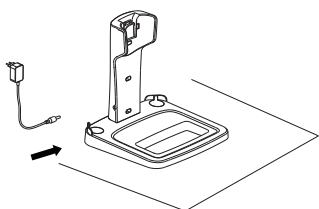

Fig. 5-1a
1. Fastgør opladeren som vist i fig. 5.1. Sæt den lille ende af adapteren i opladeren, som vist i fig. 5-1a.